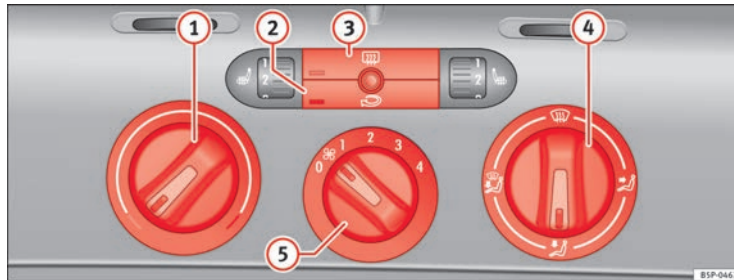

Abb. 124 In der Instrumententafel: Bedienelemente der Heizung
- Mit den Reglern ⇒ Abb. 124 ① und ④ und mit dem Schalter ⑤ stellen Sie die Temperatur, die Luftverteilung und die Gebläsestufe ein.
- Drücken Sie die jeweilige Taste ② bzw. ③, um eine Funktion ein- oder auszuschalten. Bei einer eingeschalteten Funktion leuchtet die Kontrollleuchte unten links an der Taste auf.